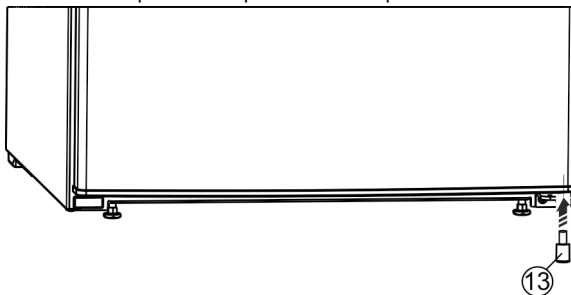

Fig. 25 *
- Поставете отново дистанционния елемент Fig. 25 (13) долу вдясно във вратата, защото това е важно за стабилността на уреда.*